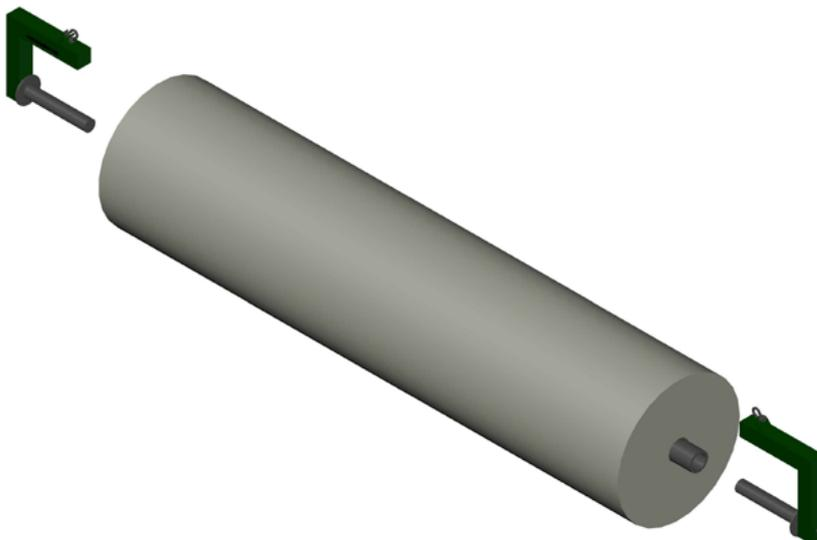

Abb. 3: Traverseneinschübe
- Als Ersatz für eine Traverse können auch seitliche Einschübe genutzt werden, die ein durchgehend eingeschobenes Rohr überflüssig machen. Auf Anfrage stellt HUESKER diese kugelgelagerten Seitenstützen zur Verfügung (Abb. 3).